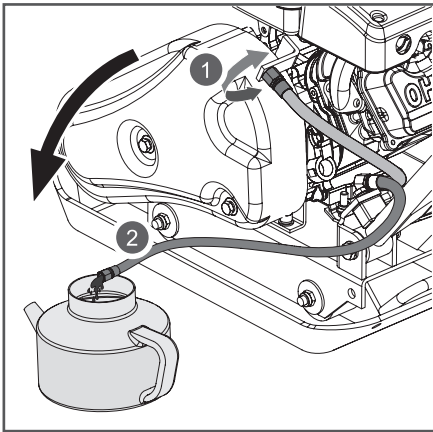

Рис. 16 Замена масла в двигателе
- (1) Техническое обслуживание должно осуществляться более часто, при работе в пыльных условиях.
(2) Данный вид работ необходимо выполнять в авторизованном сервисном центре.
5. Открутите соединительную гайку шланга для слива масла от кронштейна крепления и слейте отработанное моторное масло через шланг в подготовленную для этого емкость (Рис. 16).